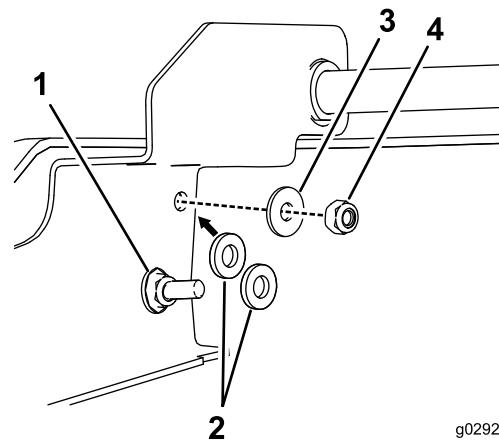
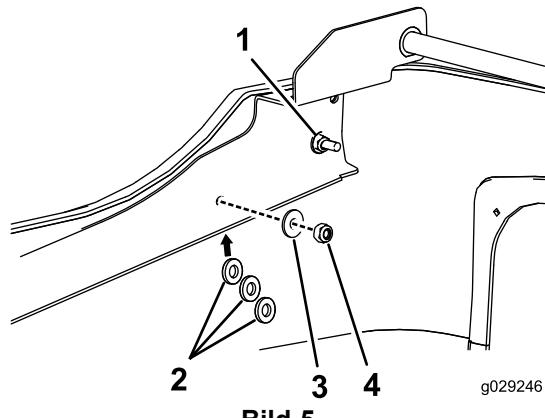
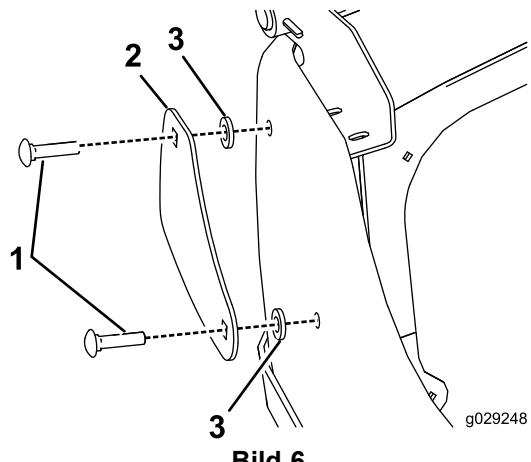

Bild 4
Bild 5
Bild 6
9. Lösen Sie zum Befestigen der Klemmplatten die Muttern der Großkopfschraube und schieben Sie zwei Gummischeiben unter die hintere Befestigungsstelle (Bild 4) und drei Gummischeiben unter die vordere Befestigungsstelle (Bild 5). Stecken Sie die Schlossschrauben dann durch die Außenseite der Motorhaube (Bild 6) und befestigen sie mit den mitgelieferten Muttern und Scheiben. Ziehen Sie die zwei Muttern an jeder Klemmplatte an, bis die Kontaktflächen zwischen den Scheiben und der